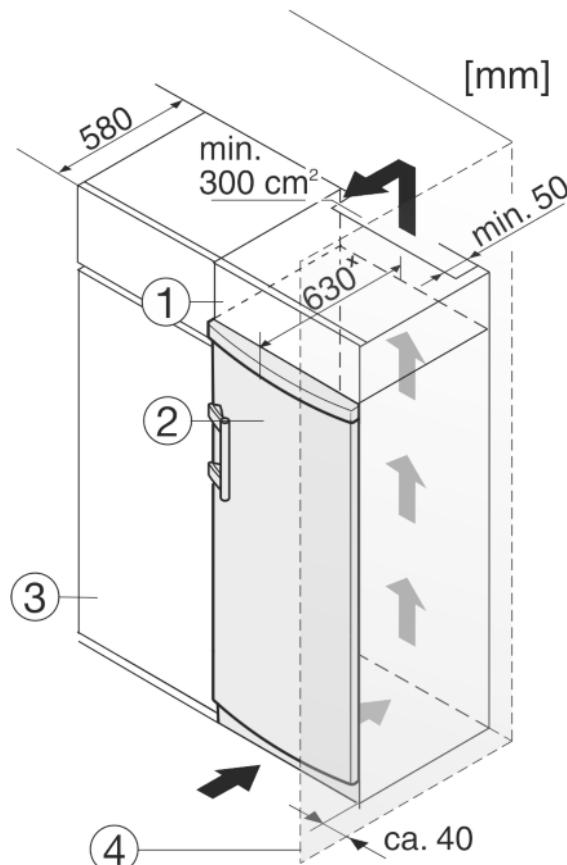

Fig. 10
Устройство может быть окружено кухонными шкафами. Чтобы уравнять устройство *Fig. 10* (2) по высоте с кухонной стенкой, можно установить над устройством дополнительный шкафчик *Fig. 10* (1).
При комбинировании с кухонными шкафами (глубина макс. 580 мм) устройство можно установить непосредственно рядом с кухонным шкафом *Fig. 10* (3). Устройство выступает сбоку на 34 мм × и по центру на 50 мм × относительно передней стенки кухонного шкафа.
Если устройство установлено на шарнирах у стены *Fig. 10* (4), то расстояние между устройством и стеной должно быть не менее 40 мм. Настолько выступает ручка при открытой дверце.